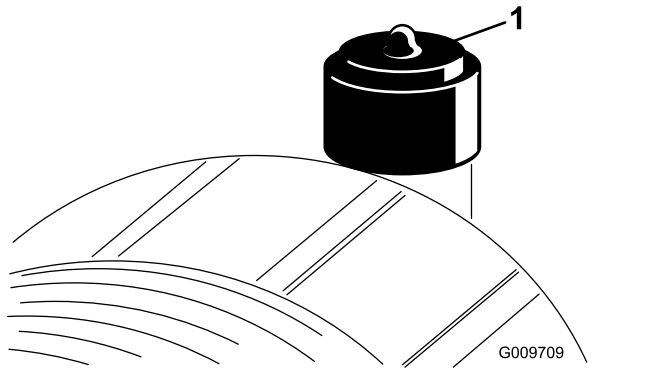

Figure 49
Faites l'entretien du filtre à air uniquement quand l'indicateur de colmatage indique que cela est nécessaire (Figure 49). Changer le filtre à air prématurément ne fait qu'accroître le risque de contamination du moteur par des impuretés quand le filtre est déposé.
2. Réarmez l'indicateur de colmatage (Figure 49) s'il est rouge.